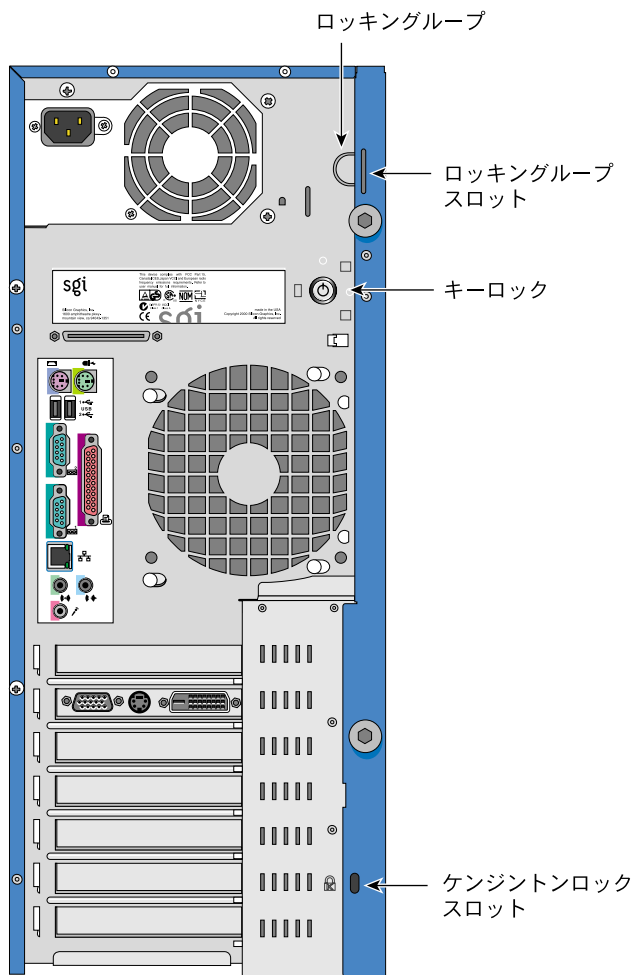

図 2-27 ロッキンググループの位置
2. ロックングループの位置を確認します。ロックングループの位置については、図 2-27 を参照してください。
4. 本体の背面に面しているスロットの位置を確認します。スロットの位置については、図 2-27 を参照してください。